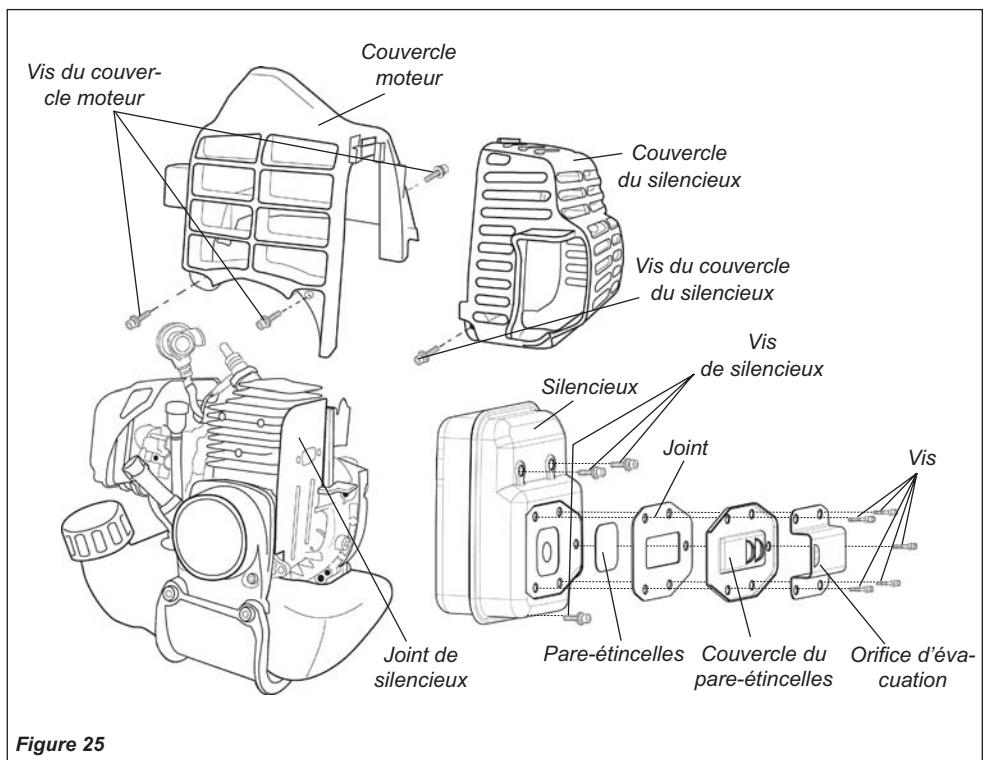

Figure 25
- Avec une clé hexagonale de 3 mm, ôter le couvercle du silencieux, les trois vis du couvercle moteur et le couvercle moteur. Voir figure 25.
- Avec un tournevis à pointe cruciforme, retirer les cinq vis maintenant le pare-étincelles et le couvercle sur le silencieux. Voir figure 25.
- Avec une clé hexagonale de 4 mm, ôter les trois boulons du silencieux, ainsi que le silencieux. Voir figure 25.